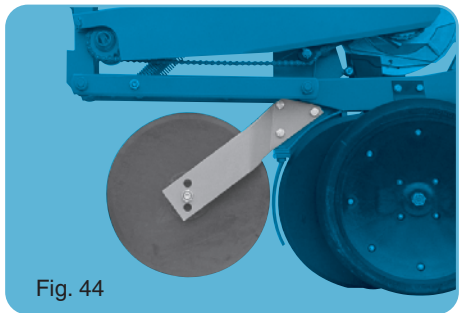

Fig. 44
- Coutre Ø 350 (fig. 44).
- Smooth disc Ø 350 (fig. 44).